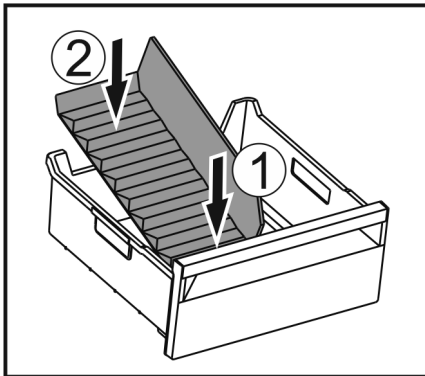

Fig. 152
- Introduceți partea frontală a separatorului pentru compartimentul de gheață. Fig. 152 (1)
- Coborâți partea posterioară a separatorului pentru compartimentul de gheață până la baza sertarului. Fig. 152 (2)